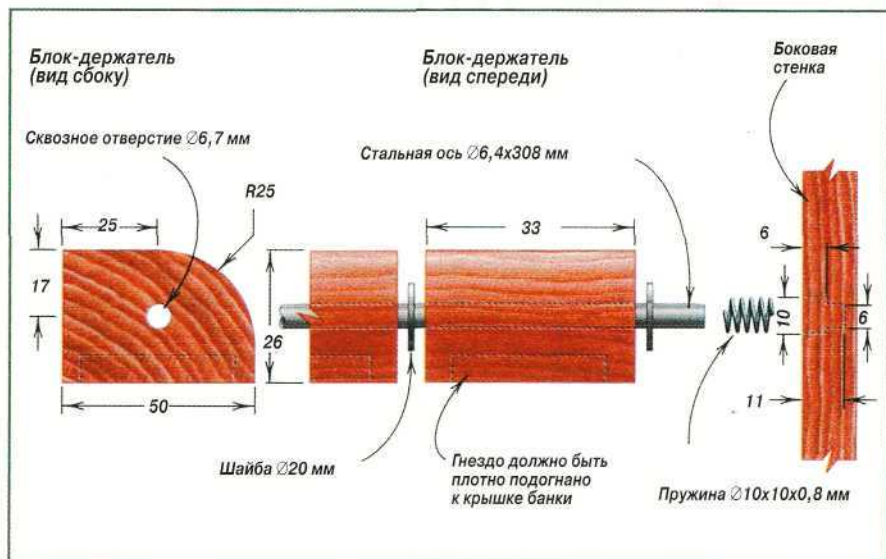

Рис. 3. Механизм вращения. Пружины на концах оси поджимают блоки-держатели. Поэтому они останутся в повернутом положении и банку можно легко вернуть на место.
С помощью этого же приспособления отпилите скосы под 25° на фронтоне зачистите все детали. Все 20 блоков (рис. 3) сделаны из двух заготовок 36x50x735 мм. На фрезерном станке (фреза R25) обработайте одно из ребер каждой заготовки до нужной формы и распилите их на блоки нужной длины. Все блоки зачистите наждачной бумагой.
- 4 - ступенчатое отверстие (см. рис. 3);
- 5 - держатель крышки банки (см. рис. 3);
- 12 - пружина (см. рис. 3);